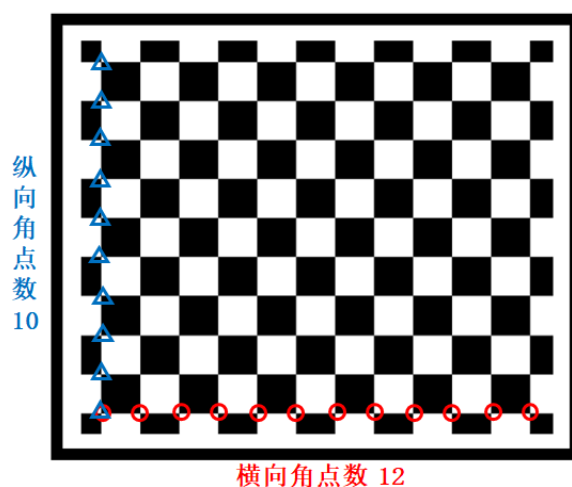
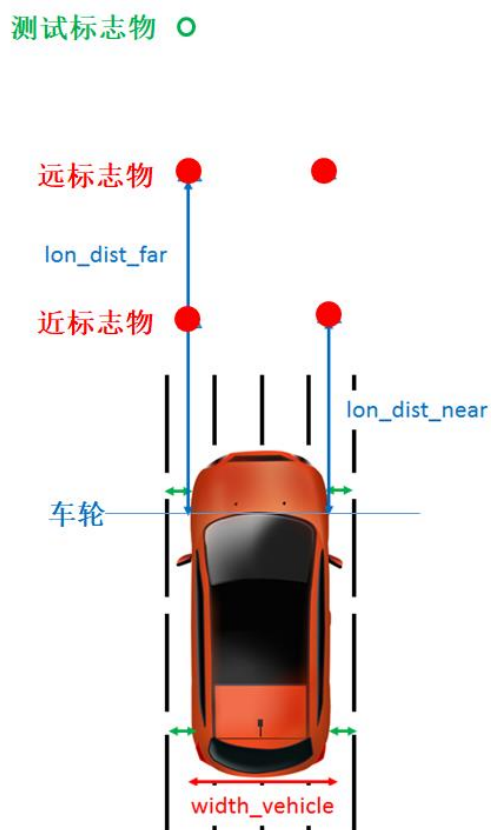

图 2-1 标定棋盘格
图 4-1 外参标定环境
标定工具所需要的配置参数可以在“config/camera_calib_config.ini”文件中输入，ini 文件内的具体参数如下。[camera_config]代表相机的分辨率参数。[config_intrinsic_calib] 代表内参标定需要的棋盘格参数和图片数量，详细说明见下表以及图 2-1。[config_extrinsic_calib] 代表外参标定需要的参数， [Offline_Ext_Calib_Info]表示离线外参标定需要的信息。主要的参数见下表以及图 4-1，未列出的参数不影响标定过程。
如用户需要采用自定义的标定板，请保证图案样式和图 2-1 提供的相同（黑白方形格交替。最外面一圈除外，不影响结果），并修改配置文件中的 corner_col、corner_row 和 board_length 三个参数。
- 1) 准备水平空旷场地，地面有平行辅助线。如图 4-1 所示